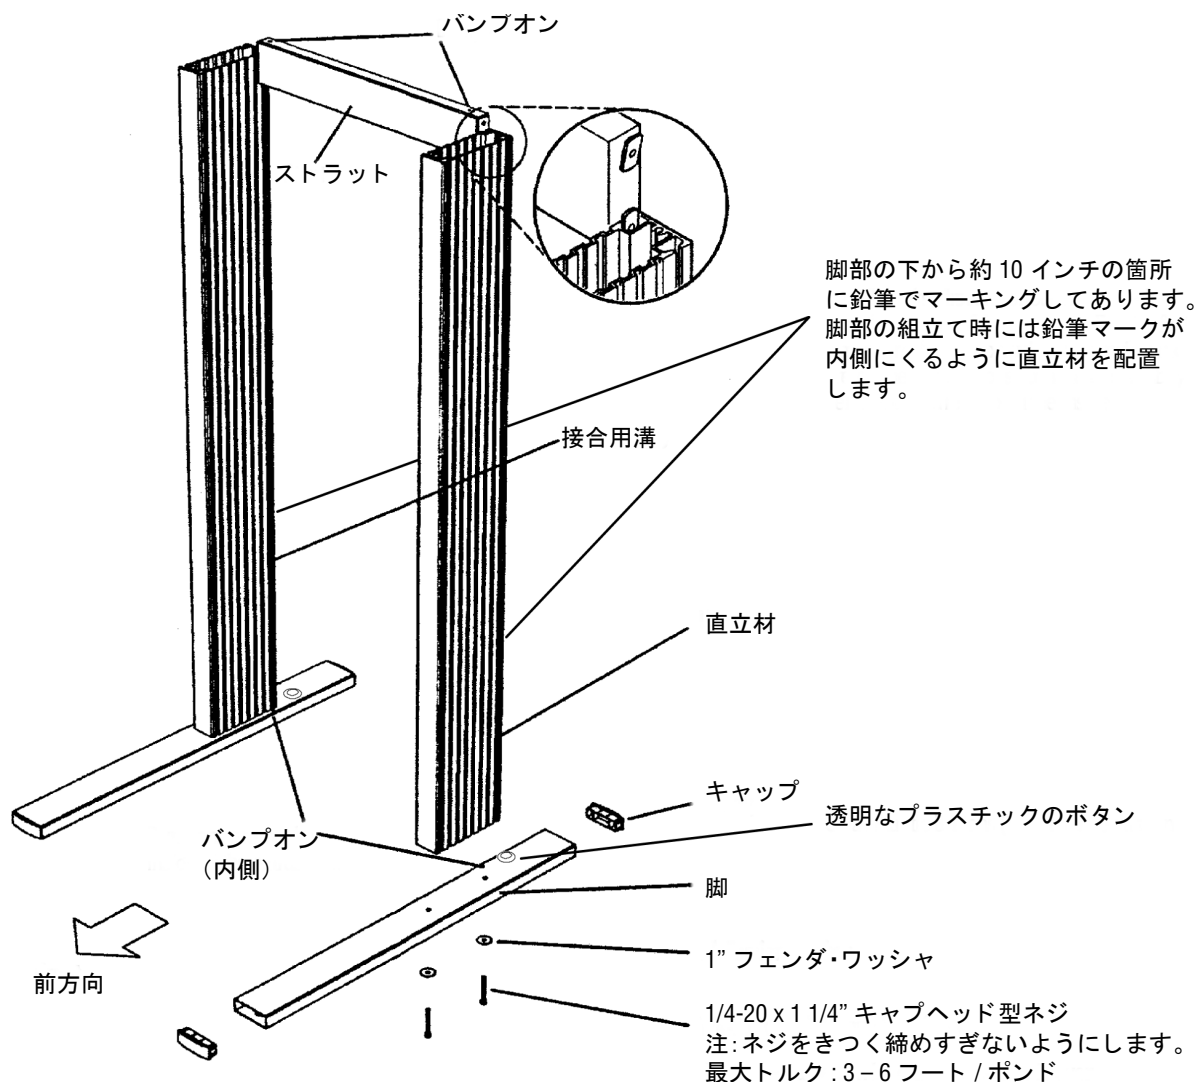

図 4: 脚部アセンブリとストラットの調整
3. 4つのバンプオン（プラスチックのボタン）を図4のように直線状に置きます。2つのバンプオンは両方の脚の上部表面内側に置き、支柱（直立材）の後ろ側の接合用溝に沿うように合わせます。残りの2つのバンプオンはストラットの上部に置き、支柱の後ろ側の接合用溝に沿うように位置合わせします。
4. 図 4 に示すように、脚部アセンブリの間にストラットを水平に取り付けます。ストラットの開いている方が後部に向きます。ナットを脚部支柱の後ろ側の接合用の溝に合わせます。脚部アセンブリ間の間隔を調整しながら、ストラットを台車のベース（基底部）方向にスライドさせます。最後までスライドさせると、ストラットが脚部アセンブリのバンプオンの位置にしっかりと収まります。